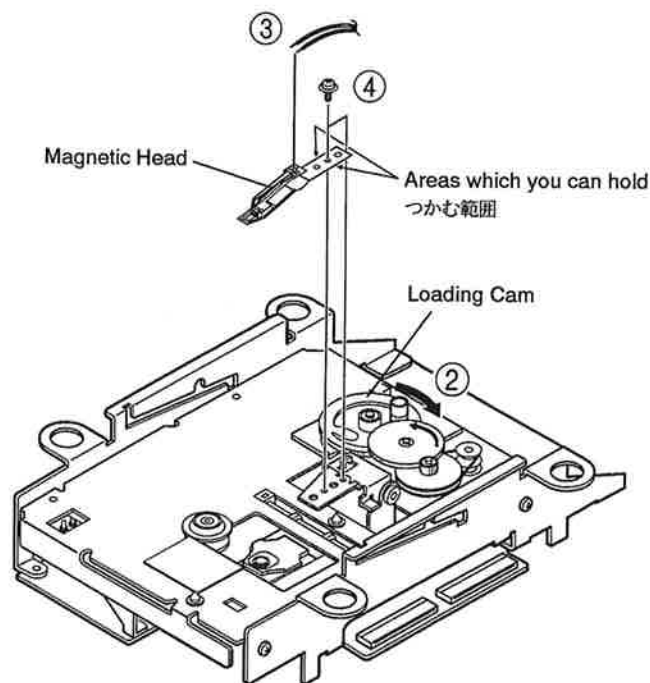

Fig. 1-4
### 1-3. Replacing the Magnetic Head (Refer to Figs. 1-4 and 1-5)
- \* As the magnetic head is liable to deform, hold it on the portion where the reinforcement plate is provided. (See Fig. 1-4.)
### 1-3. 磁気ヘッドの交換 (図1-4, 1-5 参照)
- \* 磁気ヘッドは変形しやすいので、手でつかむときは補強板の付いた部分をつかむようにすること。(図1-4参照)